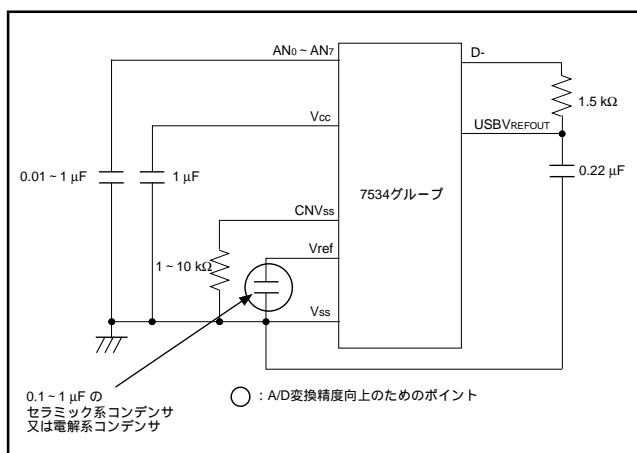

図50 . A/D変換精度向上のためのポイント
- (1) USB HOST側からバスパワー(\*)を得るシステムで、USB通信中にA/D変換の精度が安定しない場合があります。そこで、より安定したA/D変換精度を得るためのポイントとして、Vref Vss端子間に図50のように部品を取り付けることで、より安定した精度が期待できます。